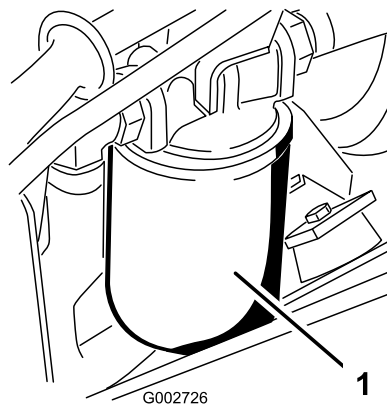

Figura 41
3. Collocate una bacinella sotto il filtro idraulico situato sul lato sinistro della macchina (Figura 41).